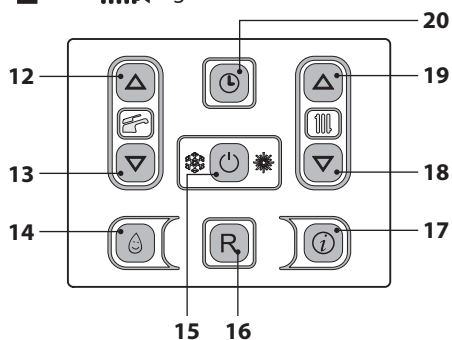

Figura 6.6
- Tenere premuto per 2 secondi il tasto 15 fino a far apparire sul display entrambe i simboli  e . Figura 6.6.
- Spegner la caldaia tenendo premuto per 2 secondi il tasto 15 (Figura 6.6) fino a far apparire sul display LCD il simbolo - - - - (Figura 6.5).